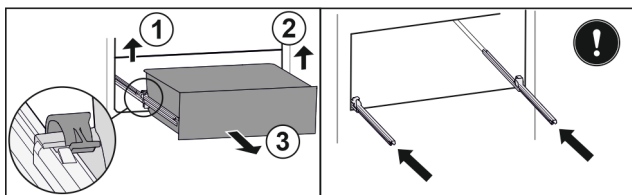

Fig. 61
- ▶ Dvignite levo spojko in hkrati povlecite predal levo naprej. Fig. 61 (1)
- ▶ Dvignite desno spojko in hkrati povlecite predal desno naprej. Fig. 61 (2)
- ▶ Predal vzemite ven v smeri naprej. Fig. 61 (3)